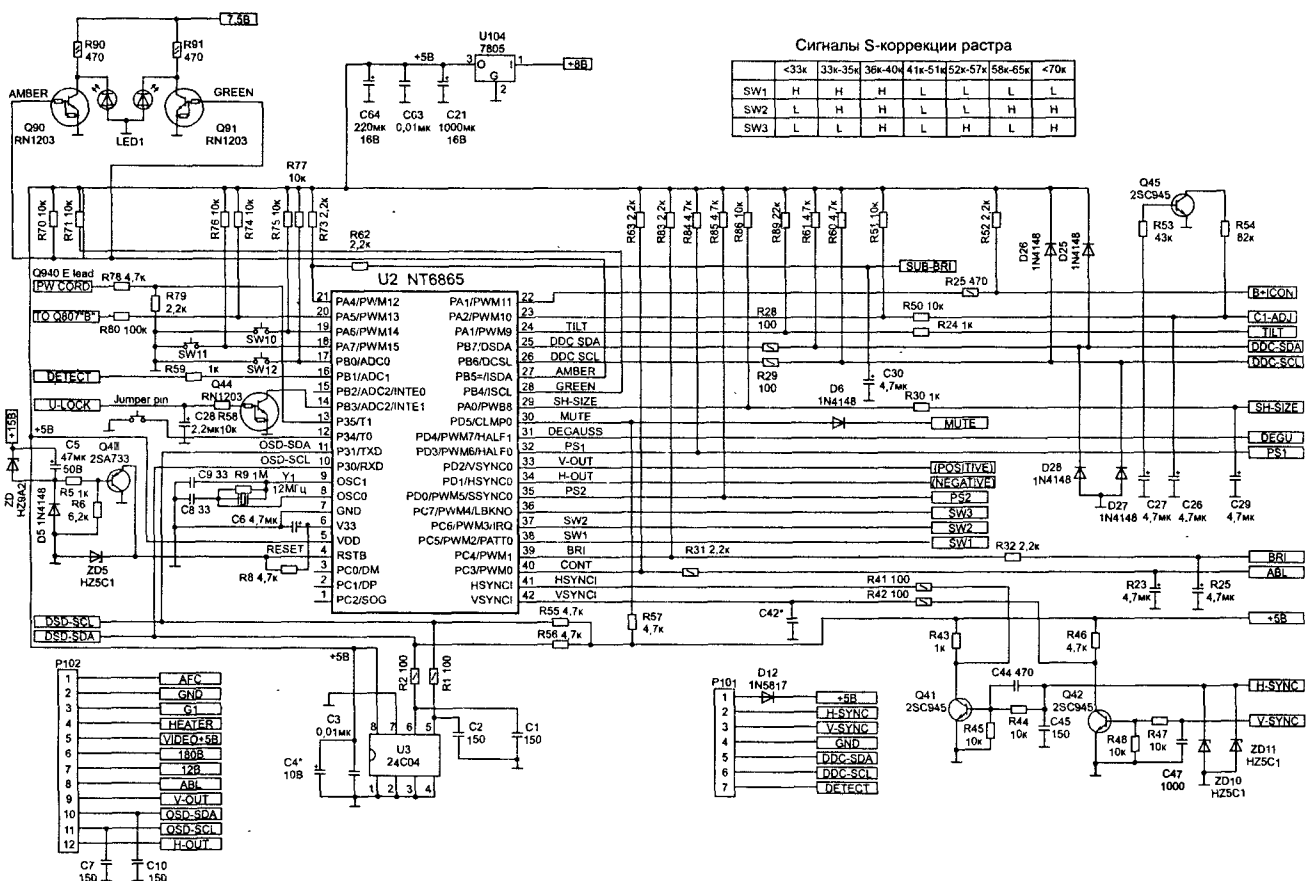

Рис. 6.2. Принципиальная электрическая схема. Микроконтроллер
Система управления (рис. 6.2) реализована на микроконтроллере U2 типа NT6865 фирмы NOVATEK и микросхеме памяти U3 (24C04).
- коррекцией геометрических параметров изображения сигналами SW1 — SW3, (выв. 36—38). Уровни этих сигналов для различных режимов работы строчной развертки показаны в таблице на рис. 6.2;
Следующим шагом проверяют наличие напряжения 8 В на выводах конденсатора C940. Отсутствие этого напряжения (при наличии напряжений 85, 15 и 53 В), может быть связано с неисправностью стабилизатора 5 В U104 (рис. 6.2), микроконтроллера и микросхемы памяти (при исправных C940, D940). Быстрый способ определения неисправного узла при подобной неисправности — выпаять микросхему памяти. Если при включении монитора светодиод мигнет красным цветом и потухнет — скорее всего неисправна именно эта микросхема. В других случаях проверяют микроконтроллер (заменой). Если напряжения 5 В нет или оно занижено, отпаивают выв. 5 микроконтроллера U2 и измеряют напряжение на выходе стабилизатора U104. Если напряжение равно нулю, а входное напряжение в норме (8 В) — заменяют U104. В противном случае заменяют микроконтроллер. Если же питающее напряжение (5 В) на выв. 5 МК есть, а монитор не включается, проверяют наличие генерации на выводах кварцевого резонатора Y1. Здесь возможны два варианта: на выв. 9 МК сигнал есть, а
В первую очередь проверяют поступление синхроимпульсов по сигнальному кабелю от видеокарты компьютера (конт. 2 и 3 на разъеме P101, рис. 6.2). При их отсутствии — проверяют кабель и разъем, видеокарту (проверка проста — отключают кабель от компьютера и проверяют наличие сигналов на RGB-выходе видеокарты, см. таблице 6.3).
Следующим шагом проверяют наличие импульсов H-SYNC, V-SYNC на выв. 41 и 42 МК (рис. 6.2), а также V-OUT, H-OUT — на выв. 33 и 34 соответственно. Если нет импульсов на выв. 42 и 41, проверяют транзисторы Q41, Q42 и их питание (5 В), а если нет выходных импульсов V-OUT, H-OUT — проверяют питание МК (5 В на выв. 5). В случае, если питающее напряжение занижено, проверяют стабилизатор U104 и элементы C54, C53, C21, D26, D25. Также проверяют наличие высокого уровня напряжения на выв. 4 МК (сигнал RSTB) в рабочем режиме. Если на этом выводе низкий потенциал, проверяют элементы Q43, D5, C5.